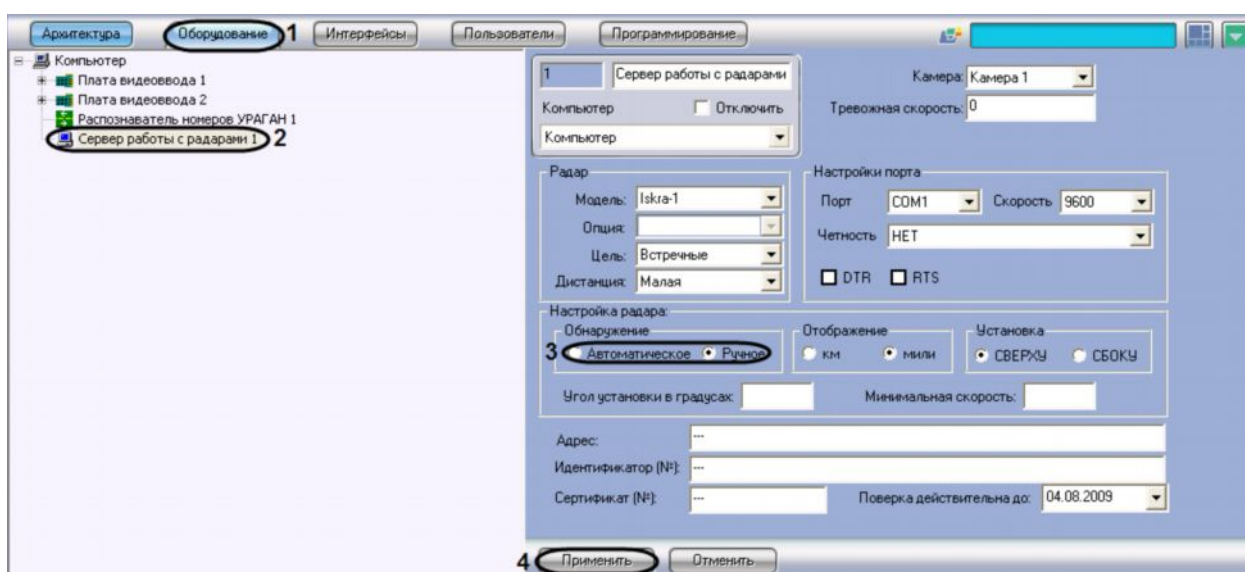

Рис. 7.4.9-1 Настройка параметров сброса данных на устройстве «Радар»
1. В диалоговом окне «Настройка системы» перейти на вкладку «Оборудование» (см. Рис. 7.4.9-1, 1).
- В дереве объектов на вкладке «Оборудование» выбрать объект «Сервер работы с радаром», соответствующий настраиваемому программному модулю «Радар» (см. Рис. 7.4.9-1, 2). В правой части вкладки «Оборудование» отобразится панель настройки выбранного объекта.
- В панели «Обнаружение» установить переключатель в положение «Автоматическое» в том случае, если сброс данных после определения скорости движения транспортного средства на устройстве «Радар» происходит автоматически (см. Рис. 7.4.9-1, 3).
- Нажать кнопку «Применить» (см. Рис. 7.4.9-1, 4).